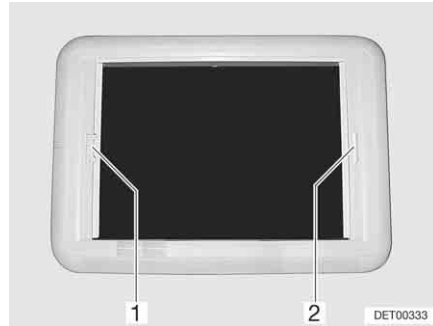

Fig. 68 Lanterneau Heki, verrouillage du store
- Tirer sur la poignée (Fig. 68,2) du store occultant jusqu'à toucher la poignée de la moustiquaire (Fig. 68,1) située vis-à-vis et la laisser s'enclencher.
- Avec l'autre main, tenir la poignée de la barre de déverrouillage de la moustiquaire (Fig. 68,1) dans la direction de la poignée. Le dispositif de verrouillage sera alors débloqué.
- Tirer sur la poignée (Fig. 68,1) de la moustiquaire jusqu'à toucher la poignée du store occultant (Fig. 68,2) située vis-à-vis et la faire s'enclencher.
- Tenir la moustiquaire (Fig. 68,1) par la poignée et pousser la barre de déverrouillage en direction de la poignée. Le dispositif de verrouillage sera alors débloqué.